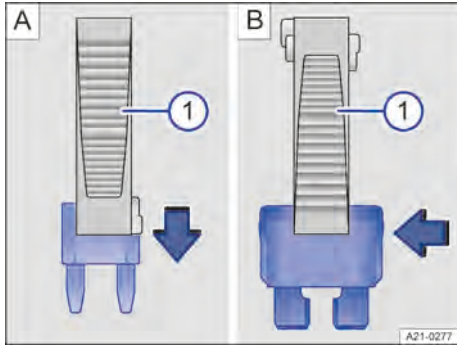

Fig. 161 Extraer o colocar un fusible (representación esquemática).
① Pinzas de plástico
1. Dado el caso, retire las pinzas de plástico → Fig. 161 ① de la tapa de la caja de fusibles .
2. En el caso de los *fusibles pequeños*, agárrelos con las pinzas ① desde arriba → Fig. 161 A o, en el caso de los *fusibles grandes*, desplace las pinzas ① lateralmente sobre el fusible → Fig. 161 B.
4. Si el fusible se ha fundido, sustitúyalo por uno nuevo del *mismo* amperaje (de igual color y grabado) y del *mismo* tamaño → ②.